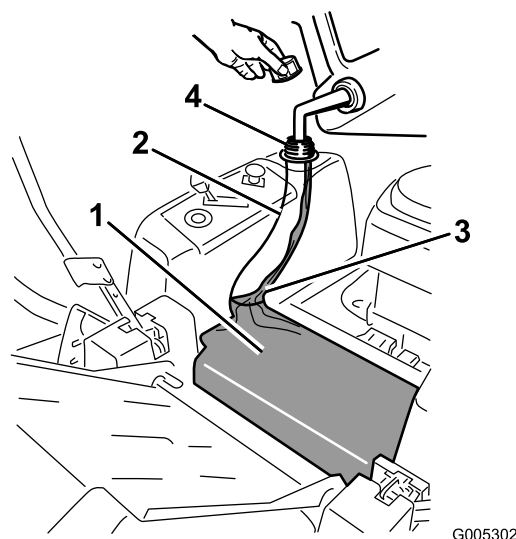

Figura 10
3. Añada gasolina normal sin plomo al depósito de combustible hasta que el cuerpo del depósito está lleno, pero sin que el combustible llene el cuello del depósito (Figura 10). Este espacio vacío en el cuello del depósito permite la dilatación de la gasolina. No llene completamente el depósito de combustible.